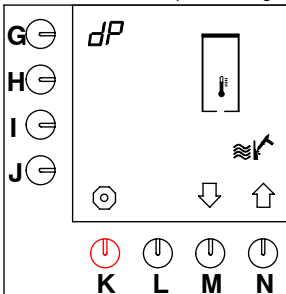

Fig. 21 Inicio del programa de descalcificación del sistema de agua caliente.
- El programa de descalcificación aparece en el display, vea fig. 21 .
- Mantenga apretada la tecla de programación (G.) hasta que la fig. 21 reaparezca en el display.